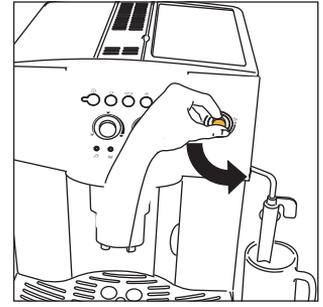
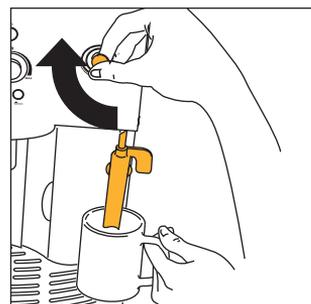
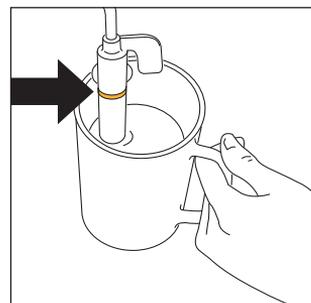

Fig.5
Fig.23
Fig.24
3. **IMMEDIATAMENTE DOPO, ENTRO MASSIMO 30 SECONDI** ruotare la manopola vapore in senso antiorario fino a fine corsa (fig.5) (è normale che la macchina diventi rumorosa).
- Ruotare la manopola vapore di mezzo giro in senso antiorario fino a fine corsa (fig. 5): l'acqua calda esce dal cappuccinatore e comincia a riempire il contenitore sottostante.
- **Subito dopo, entro massimo due minuti** (altrimenti la macchina ritorna automaticamente alla funzione caffè), immergere il cappuccinatore nel contenitore contenente il latte (fig. 23) facendo attenzione a non immergere la linea in rilievo sul cappuccinatore stesso (indicato dalla freccia di fig.24). Ruotare la manopola vapore di mezzo giro in senso antiorario fino a fine corsa (fig. 5). (Attenzione a non scottarsi). Dal cappuccinatore esce il vapore che fa assumere un aspetto cremoso al latte e ne aumenta il volume. Per ottenere una schiuma più cremosa, immergere il cappuccinatore nel latte e far ruotare il contenitore con lenti movimenti dal basso verso l'alto. (Si consiglia di erogare vapore per non più di 2 minuti di seguito).
- Far defluire un po' di acqua o vapore per qualche secondo ruotando la manopola vapore in senso antiorario fino a fine corsa (fig. 5). Con questa operazione, il tubo vapore scarica l'eventuale latte che può essere rimasto al suo interno. **IMPORTANTE:** Per motivi di igiene si raccomanda di fare sempre questa operazione in modo da evitare che il latte ristagni nei circuiti interni del cappuccinatore.